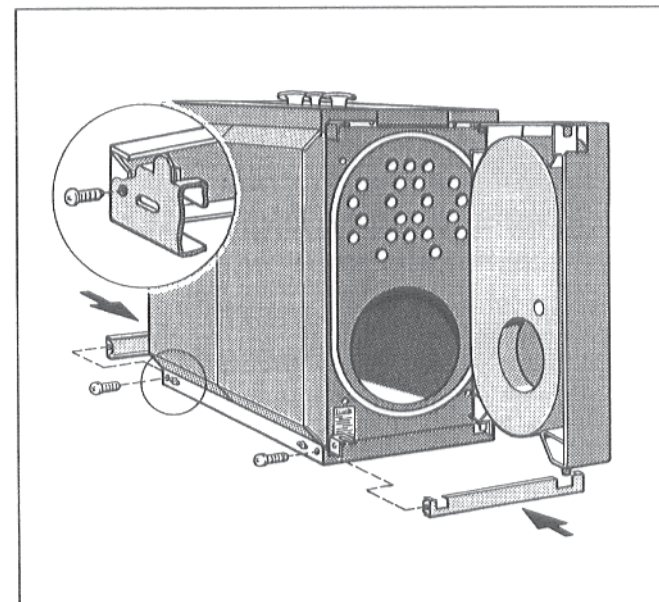

Рис. 14 Принципиальная схема
- Привинтить переднюю и заднюю рамную планку к боковым рамным планкам, используя для этого по 2 винта (Рис. 14).